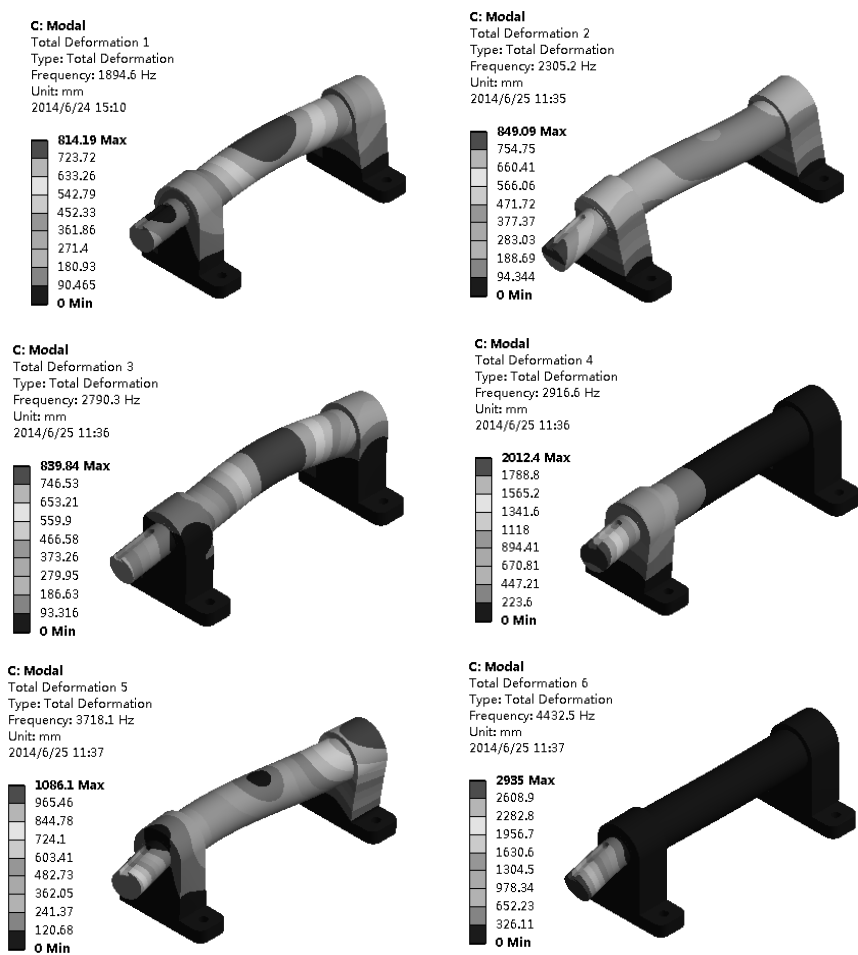

图 6-38 各阶模式振型
3) 采用相同的方法可以观察其他的各阶模态的分析结果，如图6-38所示。